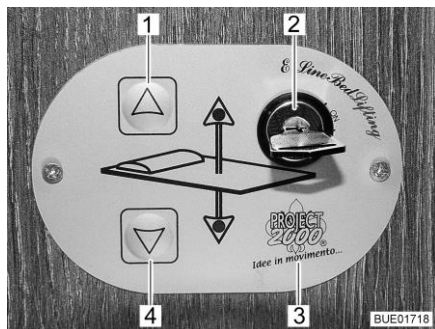
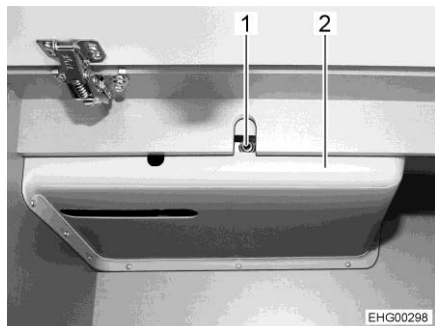

Fig. 148 Elemento di regolazione
Fig. 152 Accesso all'azionamento
È possibile abbassare o alzare il letto basculante tramite i tasti (Fig. 148,1 e 4) presenti sull'elemento di regolazione (Fig. 148,3). L'elemento di regolazione viene bloccato tramite l'interruttore a chiave (Fig. 148,2) per evitarne l'utilizzo accidentale.
- Ruotare la chiave dell'interruttore a chiave (Fig. 148,2) di 90° in senso orario. L'elemento di regolazione (Fig. 148,3) è attivato.
- Premere il tasto freccia (Fig. 148,4) e tenerlo premuto fino a quando il letto basculante raggiunge la posizione desiderata in basso.
- Premere il tasto freccia (Fig. 148,1) e tenerlo premuto fino a quando il letto basculante raggiunge la posizione finale in alto.
Se non si riesce più a spostare il letto basculante con i tasti freccia (Fig. 148,1 e 4), controllare per prima cosa il fusibile dietro il rivestimento (Fig. 152,2) (vedi paragrafo 9.12.1). Se il fusibile è a posto e ciononostante non si riesce a spostare il letto basculante, muoverlo manualmente.
- Inserire nell'alloggiamento del motore (Fig. 152,1) la manovella a disposizione o una chiave esagonale.